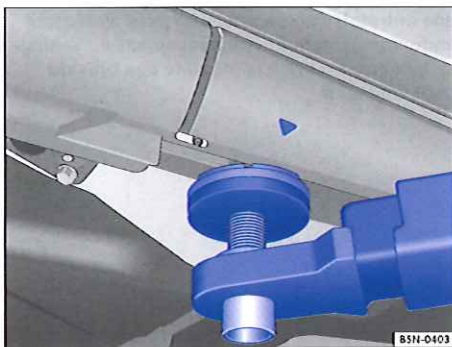

Fig. 206 Points de prise arrière pour le levage du véhicule avec le pont élévateur ou le cric.
Le véhicule ne doit être soulevé qu'aux points de prise indiqués sur les figures \Rightarrow fig. 205 et \Rightarrow fig. 206. Si le véhicule n'est pas soulevé aux points de prise indiqués sur les figures, il peut s'en suivre des dommages sur le véhicule \Rightarrow  ainsi que de graves blessures \Rightarrow .
- Ne levez le véhicule que par les points représentés sur les figures \Rightarrow fig. 205 et \Rightarrow fig. 206. Si le véhicule n'est pas soulevé aux points indiqués, il peut tomber du pont élévateur, par ex. lors de la dépose du moteur ou de la boîte de vitesses.